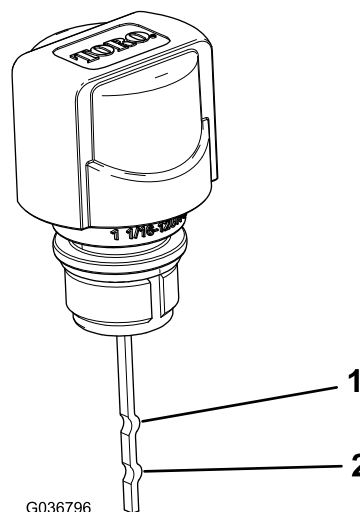

图22
**注意：** 液位应介于量油尺上的上限与下限之间（图22）。